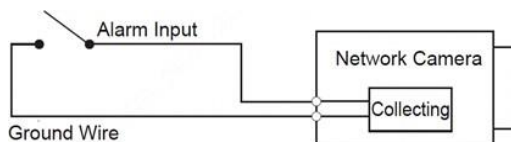

Рис. 1-2 Тревожный вход
1. Подключите сигнальный вход устройства к сигнальному входу порта ввода-вывода, см. рис. 1-2.